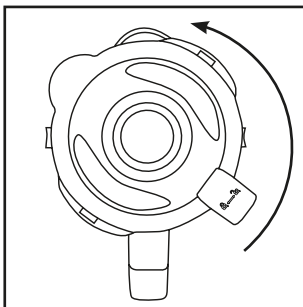
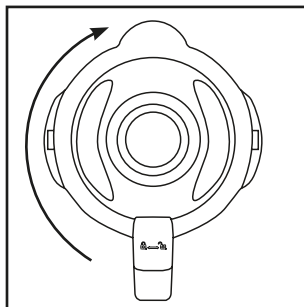

Abb. 1
Abb. 2
- 1) Drehen Sie den Mixaufsatz ❸ gegen den Uhrzeigersinn bis der Pfeil ▼ unter dem Griff des Mixaufsatzes über der Position ↶ steht. Nehmen Sie den Mixaufsatz ❸ gerade nach oben vom Motorblock ❹ ab.
- 2) Entfernen Sie den Deckel ❷, indem Sie ihn so weit gegen den Uhrzeigersinn Richtung Position ↶ drehen (siehe Abb. 1), bis Sie ihn nach oben abziehen können.
- 3) Befüllen Sie den Mixaufsatz ❸.
- 4) Drücken Sie den Deckel ❷ versetzt wieder fest auf den Mixaufsatz ❸ auf. Schließen Sie den Deckel ❷, indem Sie ihn im Uhrzeigersinn in die Position ↷ drehen, bis er hörbar einrastet (siehe Abb. 2). Achten Sie darauf, dass die Ausgießnase am Mixaufsatz ❸ verschlossen ist. Nur wenn der Deckel ❷ bündig aufgesetzt ist, kann der Motor starten.